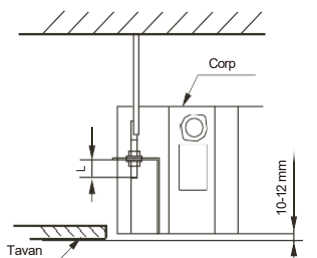

Fig.5-6
- Reglați poziția pentru a vă asigura că spațiile dintre corp și cele patru laturi ale tavanului sunt uniforme. Partea inferioară a corpului trebuie să se afunde în tavan cu 10~12 mm. (consultați fig. 5-6)
- În general, L este jumătate din lungimea șurubului cârligului de instalare. (vezi fig. 5-6)